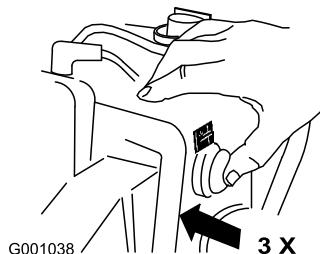

Figure 28
6. Appuyez fermement à 3 reprises sur l'amorceur avec le pouce, en marquant une pause d'une seconde chaque fois (Figure 28).